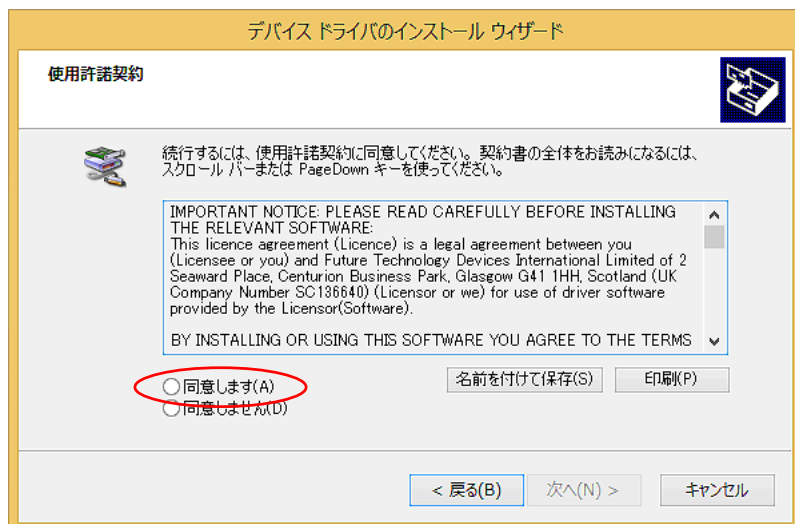

図 10：使用許諾契約
- ④ 「次へ」を選択すると図 10：使用許諾契約画面が表示されます。